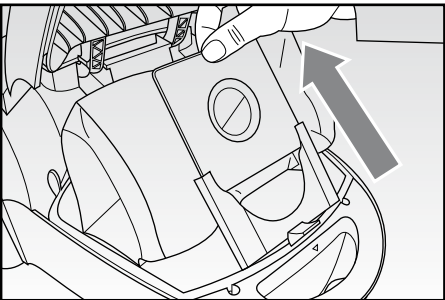

Fig. 8
- Estrarre il sacchetto, prestando attenzione a non strapparli, fare scivolare la parte di cartone rigida o in plastica nel caso di sacchetto in tessuto, nelle apposite guide (FIG. 8). Gettarlo nel bidone della spazzatura nel caso di sacchetto in carta, oppure svuotarlo ed eventualmente lavarlo con acqua e detergente neutro nel caso di sacchetto in tessuto.